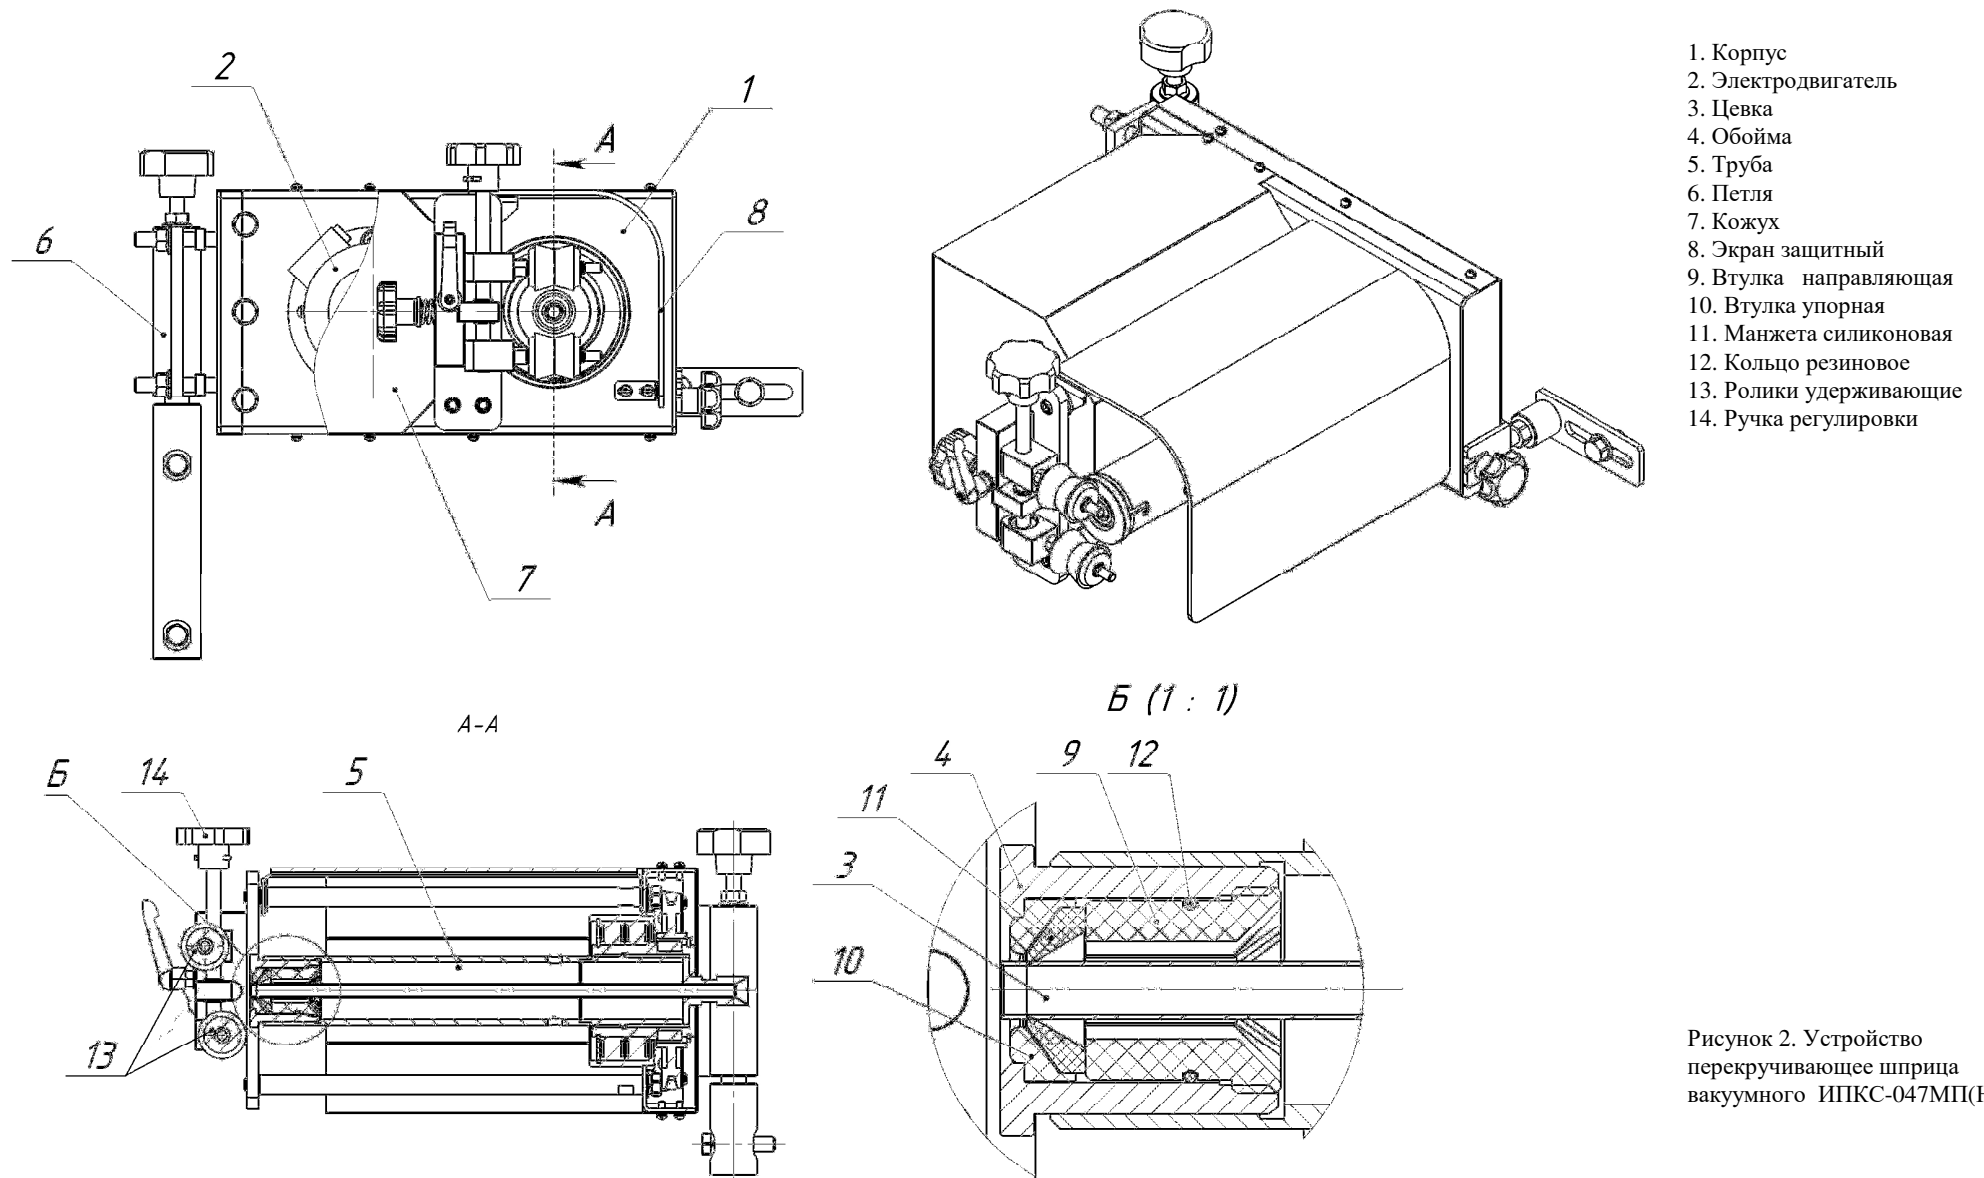

Рисунок 2. Устройство
8.2.2 Нажать на рычаг 20 коленом для включения насоса вакуумного 32 и мотор-редуктора 16. Начинается подача фарша в оболочку. Наполненная фаршем оболочка удерживается рукой оператора или роликами удерживающими 13 (рисунок 2). Усилие обхвата роликами оболочки управляется ручкой 14.
Плотность набивки фарша в оболочку может изменяться уровнем затяжки втулки направляющей 9 устройства переключивающего (рисунок 2).